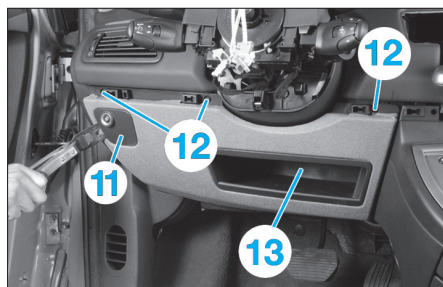

Fig. 12
- Déposer la platine de l'interrupteur ESP (11) (Fig.12).